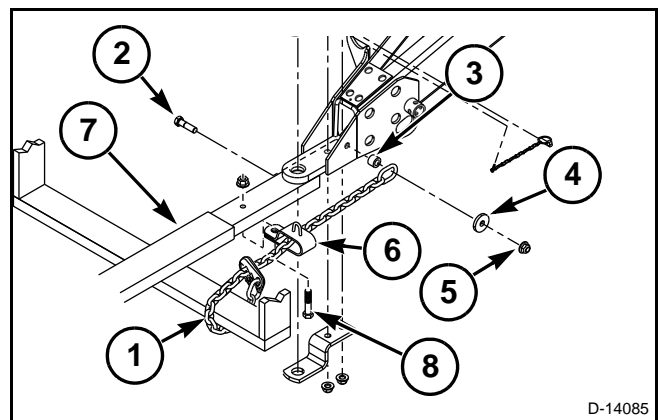

FIG. 8
FIG. 8: Conecte la cadena de seguridad de transporte (1) al enganche mediante el tornillo de cabeza de 3/4-10 x 2-3/4 (2), el casquillo (3), la arandela (4) y la tuerca de bloqueo superior de brida de 3/4-10 (5).